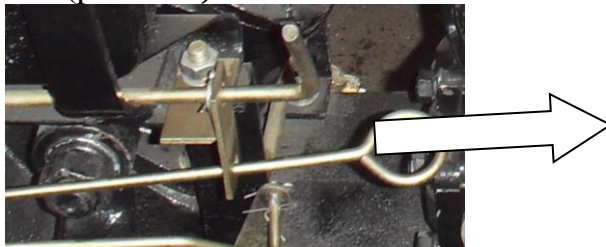

Рис. 3-6. Рукоятка глушения дизеля
- 3.) После того, как двигатель снизит обороты до минимального значения, потяните рукоятку глушения дизеля (рис. 3-6).